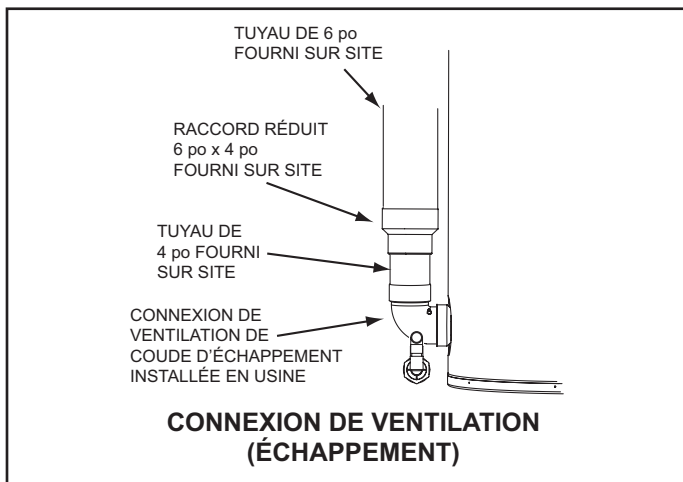

Figure 15
11. Pour installer un tuyau de 152,4 mm (6 po), effectuer une transition au tuyau de 4 pouces au niveau du coude d'échappement comme l'indique la Figure 15. Le tuyau de 101,6 mm (4 po) installé sur site entre le coude d'échappement et le raccord de réduction 152,4 mm x 101,6 mm (6 po x 4 po) doit être de 45 cm (18 po) maximum en longueur.
12. Pour installer un tuyau de ventilation de 152,4 mm (6 po), effectuer une transition au tuyau de 101,6 mm (4 po) au niveau du coude d'échappement sur le chauffe-eau comme l'indique la Figure 15. Le tuyau de 101,6 mm (4 po) installé sur site entre le coude d'échappement et le raccord de réduction 152,4 mm x 101,6 mm (6 po x 4 po) doit être de 45 cm (18 po) maximum en longueur.